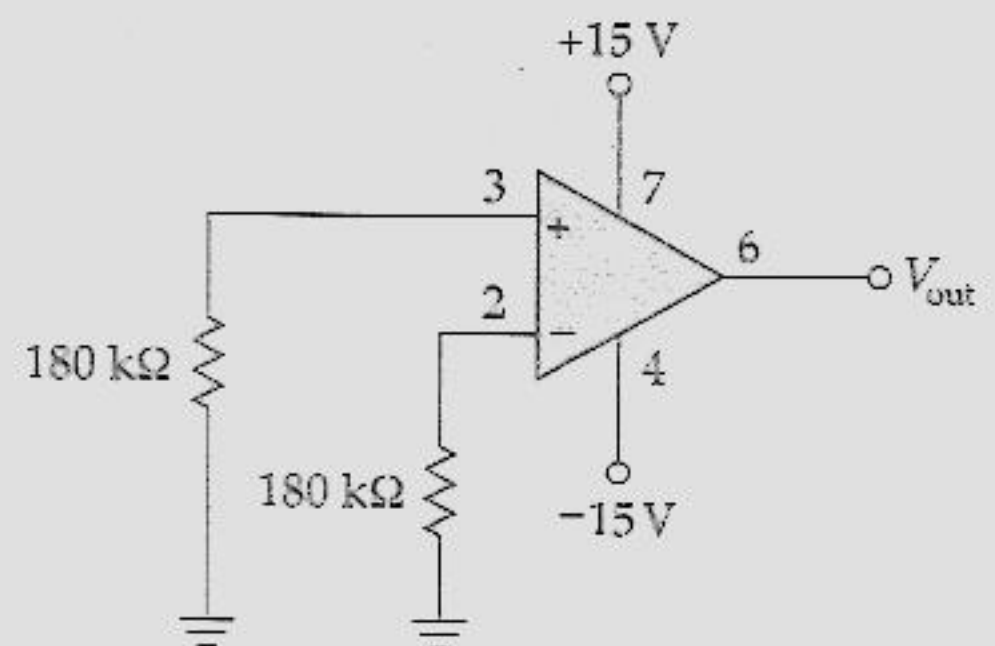

Figura 18.19
- 18.29 O amp op da Figura 18.19 tem $\Delta V_{BE} = \pm 40$ mV, $I_{in(bias)} = 150$ nA e $I_{in(offset)} = 30$ nA. Qual a tensão indesejada total de entrada para a pior situação? Qual a tensão de compensação de saída se $A = 100.000$?
- 18.30 Se o amp op da Figura 18.19 tem um ganho de tensão de 20.000, qual a tensão indesejada de entrada que produz exatamente a saturação?